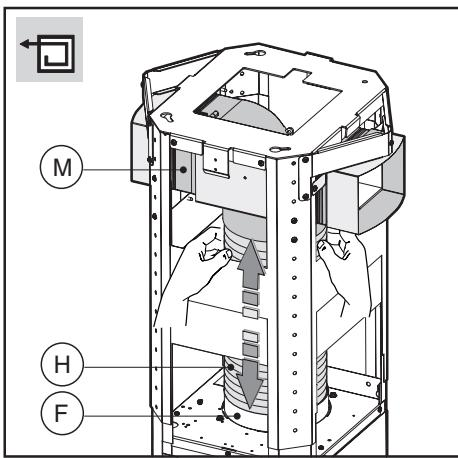

Fig.9
- **Фильтрующий вариант:** подсоединить гибкий шланг **H** (не поставляется) к дефлектору **M** (рис.9).
- Закрепить гибкий шланг **H** на соединительном фланце **F** (Рис. 9).